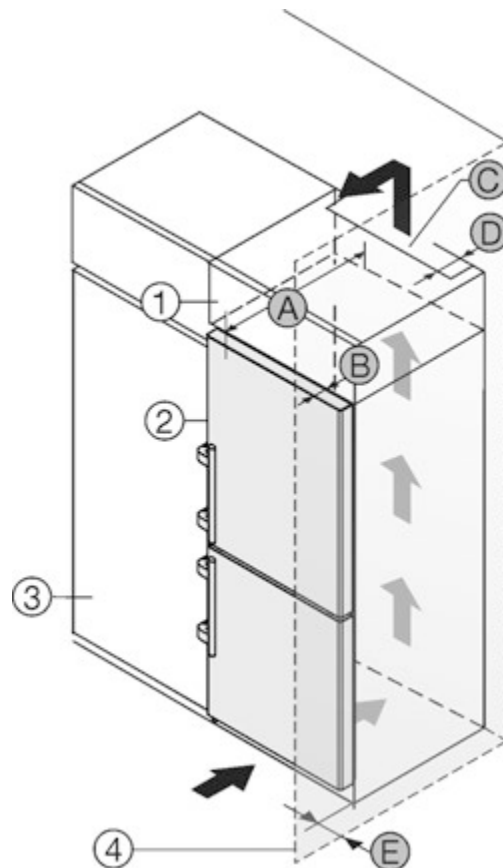

Fig. 2
- (1) Шафа для встановлення на пристрої* (B) Глибина дверей*
- (2) Пристрій* (C) Вентиляційний зазор*
- (3) Кухонна шафа* (D) Відстань задня сторона пристрою*
- (4) Стінка* (E) Відстань до сторони пристрою*
- (A) Глибина пристрою*
Ви можете встановити пристрій безпосередньо поряд із кухонною шафою Fig. 2 (3).*
Зі зворотного боку шафи для встановлення на пристрої слід передбачити вентиляційну шафу завглибшки Fig. 2 (D) на всю ширину цієї шафи.*
Слід дотримуватись вентиляційного отвору Fig. 2 (C) в стелі приміщення.*
Якщо пристрій із шарнірами встановлюється поряд зі стіною Fig. 2 (4), відстань між пристроєм та стіною повинна бути не менше 57 мм. Це відповідає необхідній відстані для ручки після відкривання дверцят.*
Щоб мати можливість повністю відкривати дверцята, потрібно, щоб пристрій виступав на відстань глибини дверцят Fig. 2 (B) відносно передньої панелі кухонної шафи. Залежно від глибини кухонних шаф Fig. 2 (3) та використання пристінних розпірок пристрій може ще більше виступати вперед.*